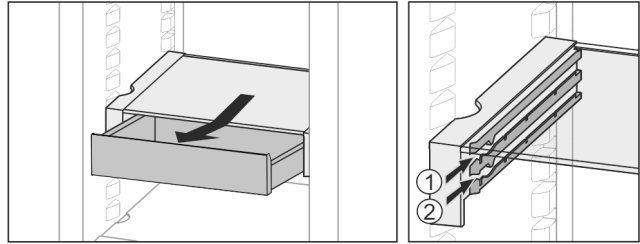

Fig. 27
- На любой высоте Fig. 27 (1) или Fig. 27 (2) вставьте.